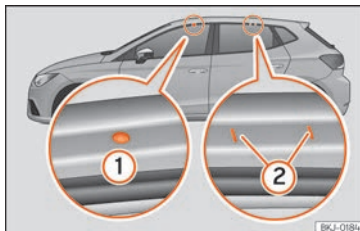

Abb. 121 Befestigungspunkte der Längsträger für den Dachgepäckträger.
Die vorderen und hinteren Befestigungspunkte ① und ② sind nur bei geöffneten Türen sichtbar »» **Abb. 121.**